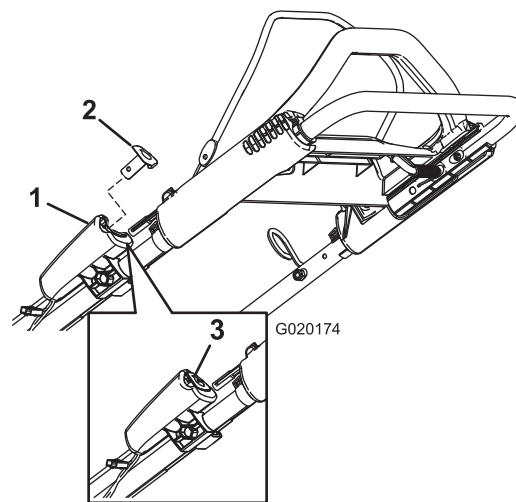
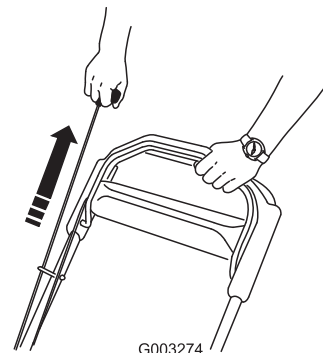

Figura 16
Figura 17
2. Pulse el botón de arranque eléctrico (modelo de arranque eléctrico solamente) (Figura 16) o tire de la cuerda del arrancador de retroceso (Figura 17).
Nota: Si se ha retirado el botón de arranque eléctrico, introdúzcalo en el arrancador eléctrico; consulte Figura 16 (modelo de arranque eléctrico solamente).